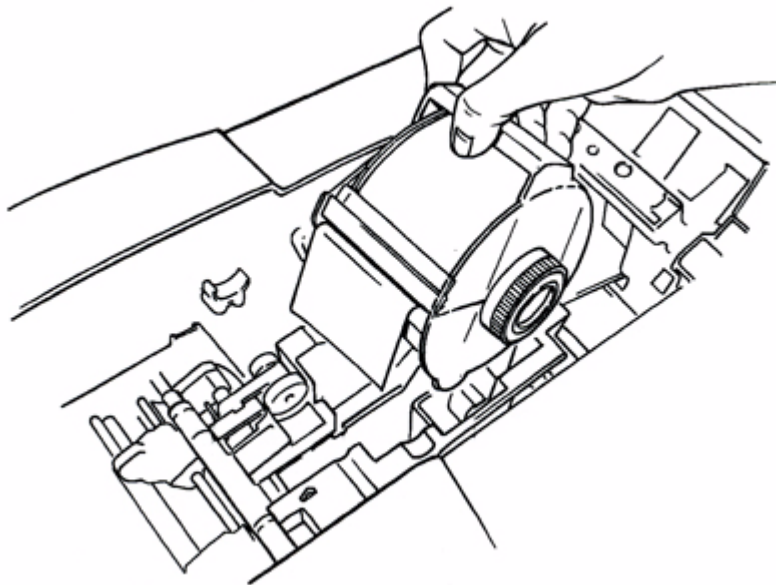

Figura 2-7. Instalación de un cartucho de cinta.
- Paso 4:** Sostenga el cartucho de cinta por el asa con las patas apuntando hacia abajo y en paralelo a la superficie en la que se apoya la impresora, como se muestra en la Figura 2-7. Asegúrese de que la cinta se extiende a través de la ranura del cartucho.